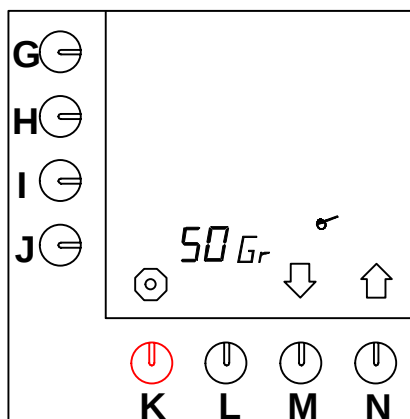

Fig. 48 Inställning kaffeberäknare
- Tryck på valtangenten (N.) $\uparrow$ tills fig. 48 visas på displayen.